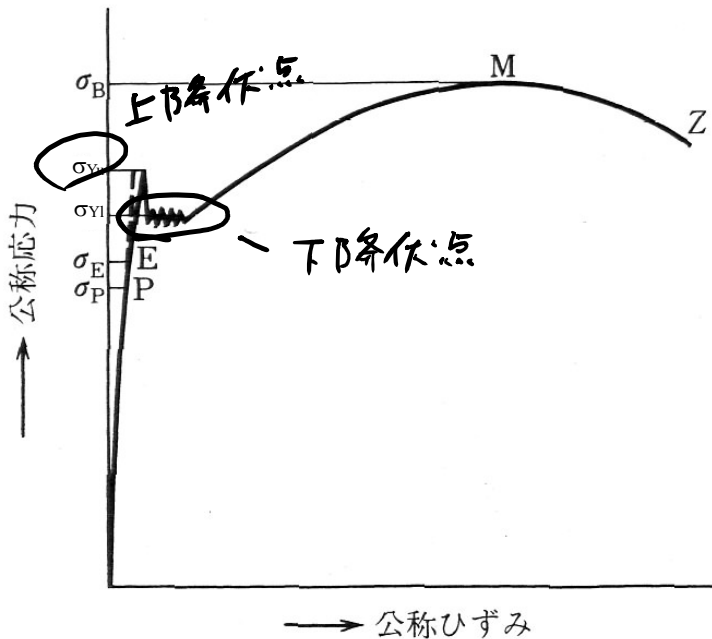

図 2.2 軟鋼の応力-ひずみ線図
- ・図2.2や2.3のM点は何を表すのか?←口頭で話しましたが「応力—ひずみ曲線における応力の最大点」を示しています.